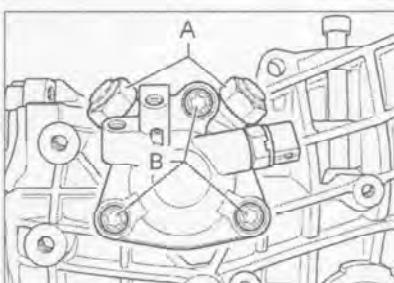

Рис. 7.192. Отверните стопорные болты (A) вала переключения передач в картере. Отверните три болта (B) крышки вала переключения передач и снимите крышку.
8. Отверните стопорные болты (A) вала переключения передач в картере (рис. 7.192).
9. Отверните три болта (B) крышки вала переключения передач и снимите крышку.